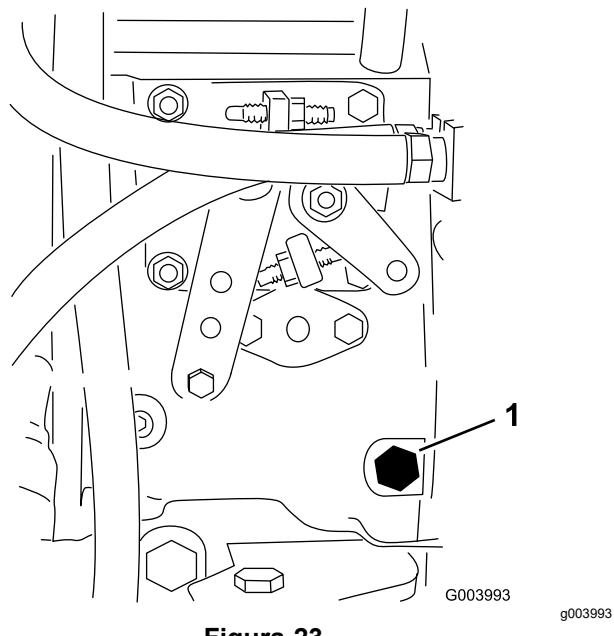

Figura 23
- Abra el tornillo de purga de aire de la bomba de inyección de combustible (Figura 23) con una llave de 12 mm.